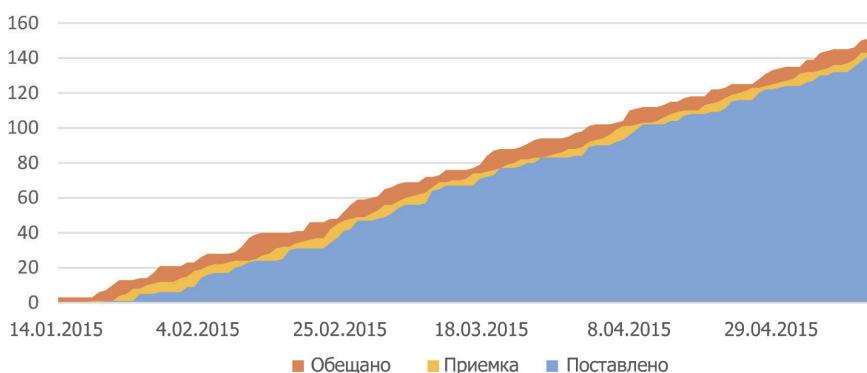

Рис. 12. Взаимосвязанные диаграммы на основе одних и тех же данных о потоке
Метрики, представленные на графиках на Рис. 12, 13 и 14, получены на основе дат, на которые элементы перешли в состояния «в работе», «на этапе приемки» или «поставлено». На графиках также должны быть отображены данные о затратах (либо финансовых расходах, либо человеко-днях).
- **Диаграммы рассеяния** времени производства (см. Рис. 12).
- **Накопительные диаграммы потока** (CFD), демонстрирующие совокупное количество поступлений и выходов в рамках процесса или его составляющих (см. Рис. 12).